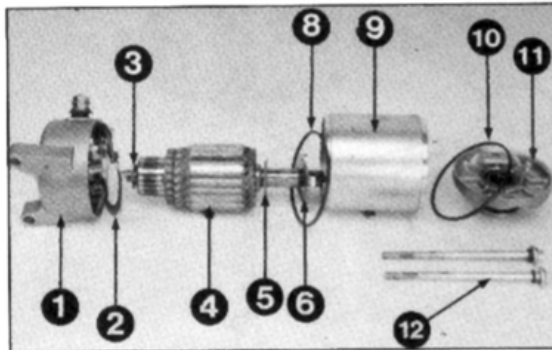

Bild 80
- ☑ Bürstenlänge messen, Verschleissgrenze 4 mm, siehe Bild 80.